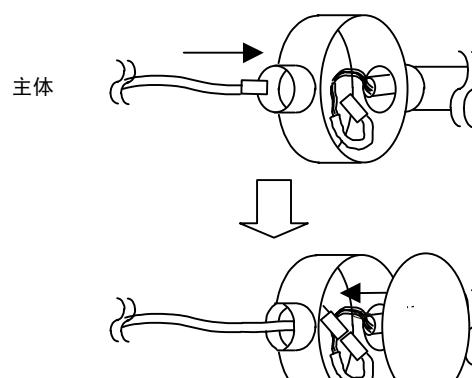

图 6 连接器连接
- ② 预先将主体一侧的连接器连接到施工完毕的电缆组件的连接器上(图6)。